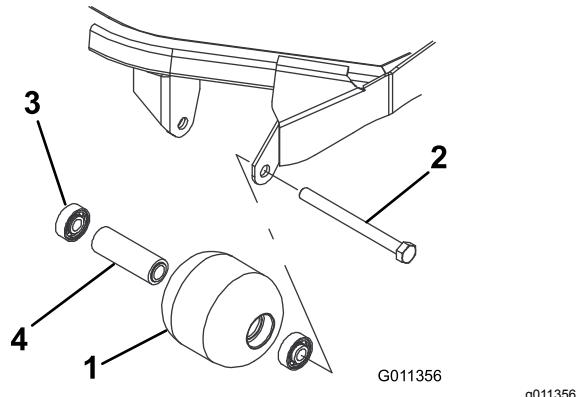

図 99
1. ローラ取り付けボルトを外す図 99。
4. ローラハウジング、ベアリング、ベアリングスペーサに破損がないか点検する図 99。破損している部品を交換し、組み立てを行う。
1. 第一のベアリングをローラハウジングに押し込む図 99。アウターレースのみを押すか、インナーレースとアウターレースを均等に押すかする。
2. スペーサを入れる図 99。
3. 第二のベアリングをローラハウジングに入れる図 99このときは、インナーレースがスペーサに接触するまで、インナーレースとアウターレースを均等に押す。